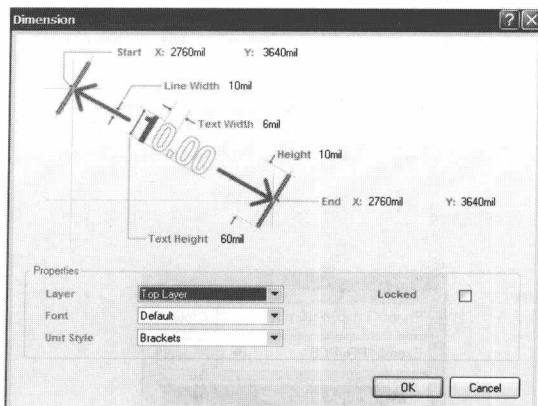

图 5-2 距离标注属性设置对话框
4. 属性设置 按 Tab 键, 弹出 Dimension (距离标注) 属性设置对话框, 如图 5-2 所示。(对已经在 PCB 板上放置好的距离标注, 直接双击鼠标左键也可以弹出距离标注属性设置对话框)。
5. 按照图 5-2 所示设置好后, 点击 OK 关闭设置对话框。将光标移动到合适的位置, 单击鼠标左键确定放置距离标注的起点位置。移动光标到合适位置再单击鼠标左键, 确定放置距离标注的终点位置, 完成距离标注的放置, 如图 5-3 所示, 系统自动显示当前两点间的距离。